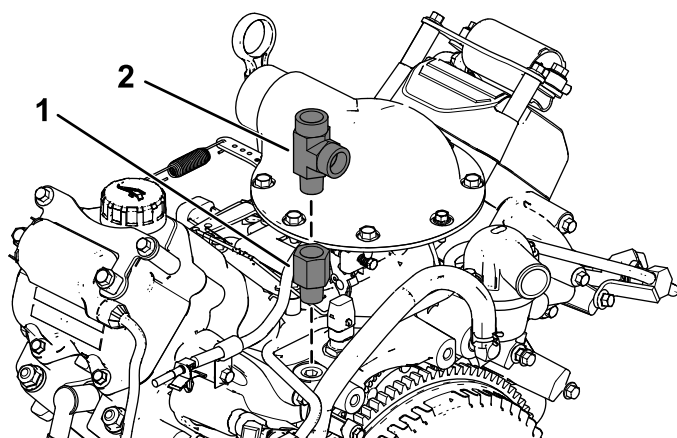

Figura 8
2. Montate l'adattatore e il raccordo a T (Figura 8).